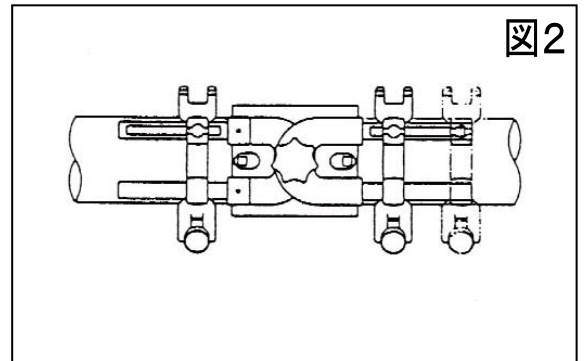

図2
### ③ローレットノブを緩め、本体を継手の大きさに合わせスライドさせて下さい。（図2）